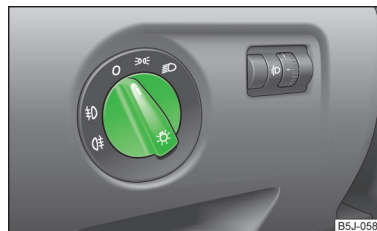

Fig. 23
En los vehículos con **dirección a la derecha**, la disposición de los interruptores se diferencia en parte de la » fig. 23 de la página 41 disposición mostrada. No obstante, los símbolos que marcan las posiciones de los interruptores son iguales.
- Girar el conmutador de luces » fig. 23 a la posición »«.
- Girar el conmutador de luces » fig. 23 a la posición »D«.
- Girar el conmutador de luces » fig. 23 a la posición 0.
- Gire el conmutador de luces a la posición 0 » fig. 23 de la página 41.